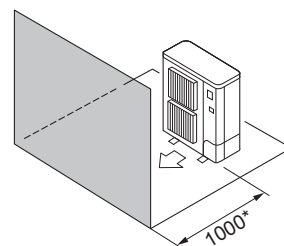

Fig. 2-6
- ④ Enbart hinder på framsidan (Fig. 2-6)